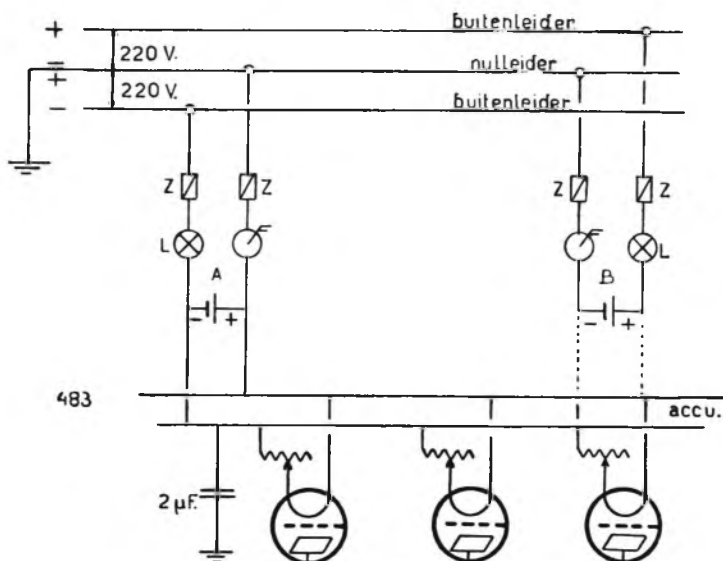

Fig. 6.
I. Gloeidraadvoeding met bufferbatterij (fig. 6).
We willen beginnen hier een schakelwijze te bespreken als aangegeven in fig. 6, waar dus de accu, tijdens dat hij in het ontvangtoestel dienst doet, uit het lichtnet geladen wordt, hetgeen — zoo men de hier volgende regels in acht neemt — zeer goed mogelijk is.
Dit is dan ook in fig. 6 zoowel voor geval A als in geval B aangegeven, terwijl de teekens F aanduiden, waar de lamp *niet* geplaatst mag worden. De reden, waarom zulks geschiedt moet en verder de beteekenis der gevallen A en B, zal ons misschien zonder meer niet recht duidelijk zijn.